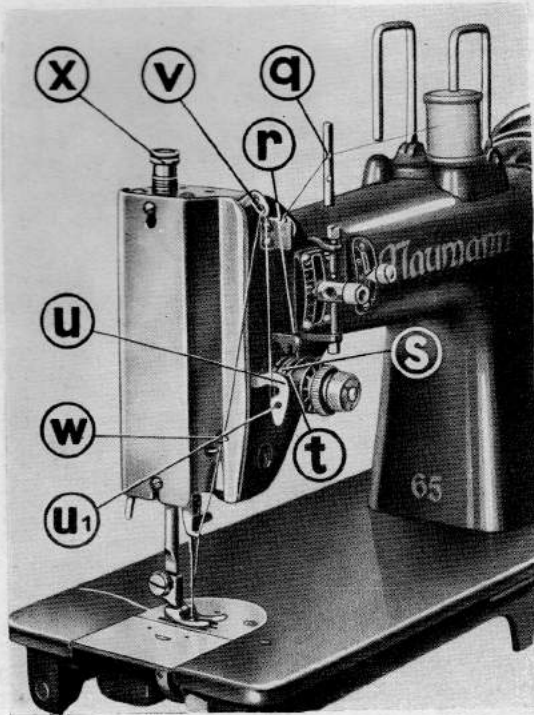
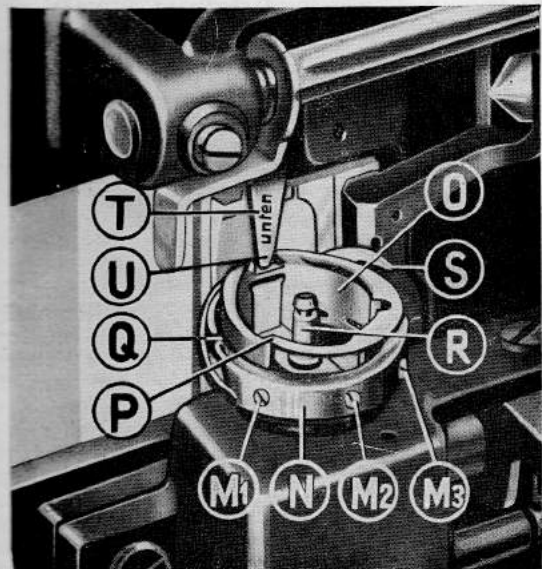

Bild 9
Bild 20
A) Der Faden wird von der Garnrolle von rechts nach links durch das Loch des Stiftes q (Bild 9) gezogen und in die Vorspannung r eingeführt. Dann läuft er durch die beiden Spanscheiben s, wobei der Faden in die Fadenregulierfeder t gehängt wird. Nun führe man den Faden unter den Regulierbügel u und von rechts nach links durch das Loch
17. Nähfußdruck (Bild 9)
Der Nähfußdruck muß der Stoffart angepaßt werden. Beim Nähen von feinen Seidengeweben oder leichten Stoffen vermindert man den Druck durch Herausdrehen der Schraube X (Bild 9). Starke oder harte Stoffe verlangen mehr Druck, deshalb wird in diesem Falle die Schraube X durch Rechtsdrehung hineingeschraubt. Der Druck muß mindestens so stark sein, daß er verhindert, daß das jeweils unter dem Nähfuß liegende Nähgut mit hochgehoben wird, wenn die Nadel hochgeht.
läßt sich der Greifer auf diese Weise nicht wieder in Gang bringen, oder muß er einmal gründlich gesäubert werden, nehme man ihn auf folgende Weise auseinander: Nach Herausnehmen der Nadel, klappe man das Oberteil zurück und stelle den Fadenhebel v (Bild 9) auf den höchsten Punkt. Nun entferne man die Kapsel und Spule (Bild 3). Der Greifer (Bild 20) wird durch Drehen am Handrad so gestellt, daß die drei Befestigungsschrauben M₁, M₂, M₃ vom Ver-
schlußbügel N gut mit dem Greifer-Schraubenzieher herauszuschrauben sind. Dann kann der Verschußbügel N abgenommen werden. Will man den Kapselträger O aus dem Greifer herausnehmen, muß das Ende P des Kapselträgers gerade vor der Greiferspitze Q stehen (Bild 20). Mit dem Daumen und Zeigefinger fasse man den Kapselträger am Stift R und ziehe ihn nach oben heraus, dabei muß das Handrad ein wenig hin- und herbewegt werden. Das Fadenabzugsblech S **darf nie** entfernt werden.
Wenn der Greifer in einer Stellung feststeht, in der man nicht an die Schrauben M_1 , M_2 und M_3 heran kann, so schraube man den Kapselhalter T ab und drehe dann den Greifer so weit herum, daß man die drei Schrauben lösen kann. Sollte man den Kapselträger nun nicht aus dem Greifer herausbekommen, so ist nach dem Entfernen der Schrauben M_1 , M_2 und M_3 und nach dem Abnehmen des Verschußbügels N der Kapselhalter wieder einzuschrauben (Kapselträger O dabei genau in der Stellung, wie sie Bild 20 zeigt, also Greiferspitze Q und Ende P des Kapselträgers müssen nebeneinander stehen!) und es ist der Kapselträger O durch Vor- und Rückwärtsdrehen des Handrades zu lösen und herauszunehmen. Nunmehr kann der Greifer mit Petroleum sorgfältig gereinigt werden.